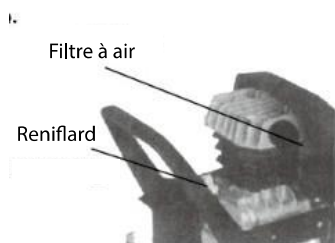

Fig.3
- 1) Retirer d'abord le capuchon et installer le reniflard et le filtre à air avant de faire fonctionner le compresseur (Fig. 3).